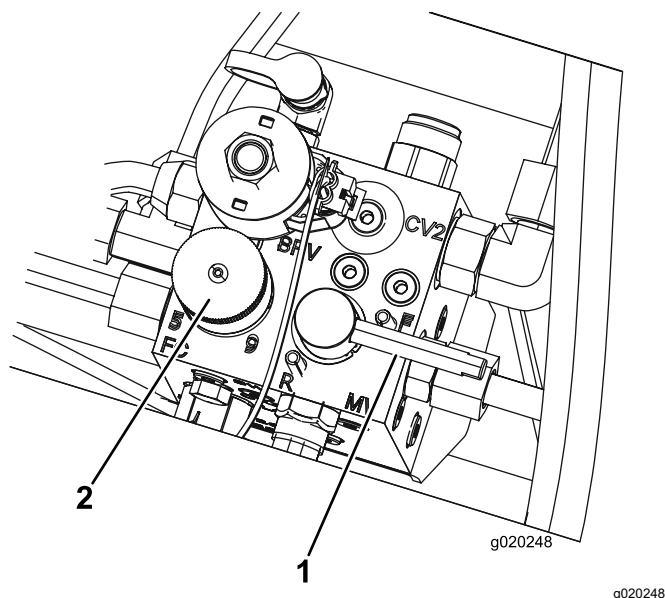

Рисунок 81
5. Установите регулятор скорости барабана в положение 1 (**Рисунок 81**).
6. Установите рычаг заточки обратным вращением в положение **R** обратное вращение (**Рисунок 81**).